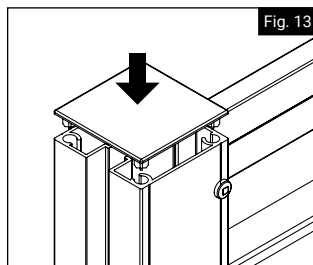

Fig. 13
11. Coloque los tapones de postes en la parte superior de los postes (alineando las pestañas inferiores con los orificios en el poste). Con un martillo de goma, asiente el tapón por completo en el poste (Fig. 13).